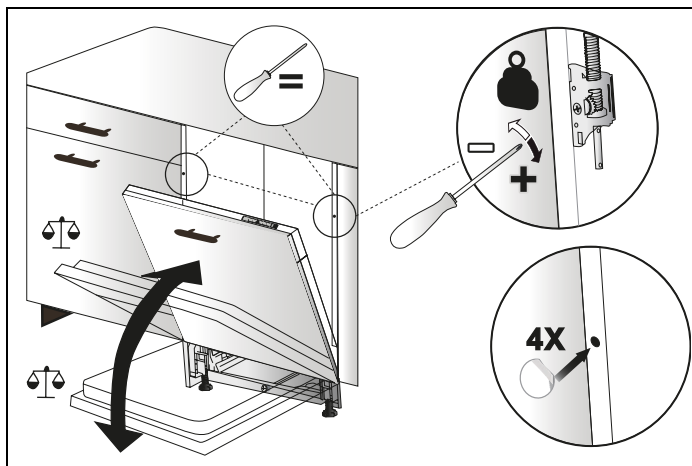

Fig. 29
- 9) En función del peso de la puerta de madera montada, el equilibrado debe realizarse mediante el mecanismo que se muestra en Fig. 29 .